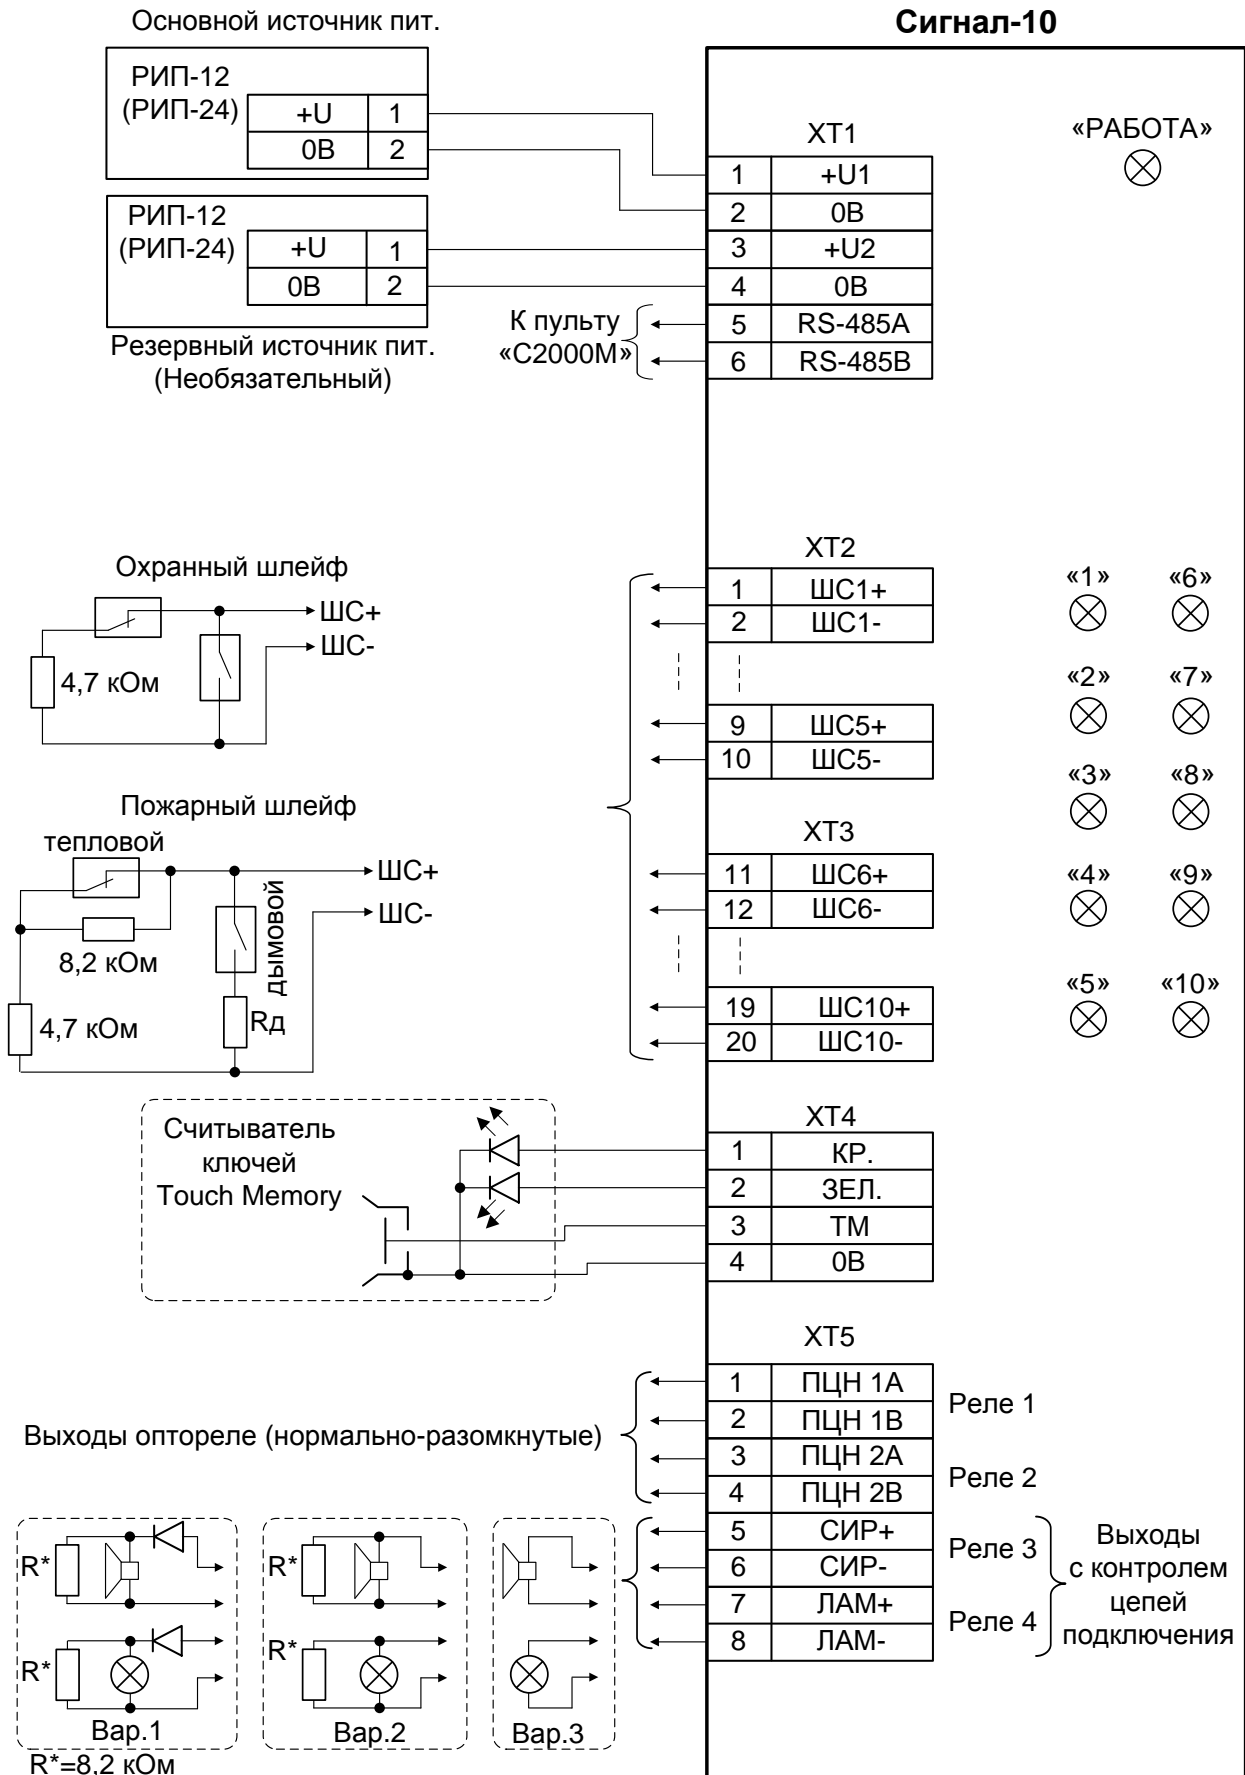

Рисунок 3. Схема подключений блока Сигнал-10 при эксплуатации
Монтаж соединительных линий производится в соответствии со схемой электрических подключений (Рисунок 3).
1. Подключите контакты RS485A и RS485B (см. Рисунок 3) к линиям А и В интерфейса RS-485 соответственно.
2. Подключите цепь "0В" блока (см. Рисунок 3) к аналогичной цепи предыдущего и последующего приборов в магистрали RS-485 (если приборы подключены к одному источнику питания, это делать не обязательно).
Варианты схем подключения оповещателей к контролируемым выходам ЛАМ и СИР (см. Рисунок 3):